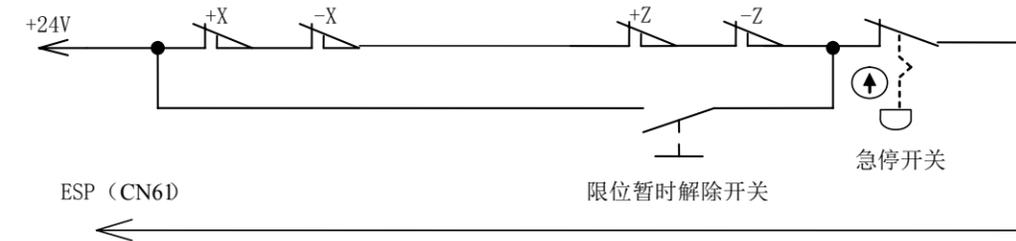

图 2-34A 急停、行程开关串联连接
① 行程限位与急停串联连接，连接方式如下图 2-34A 所示: